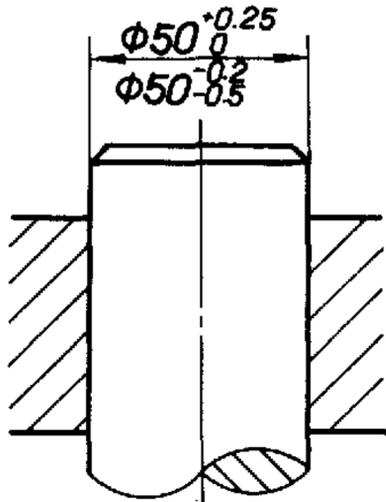
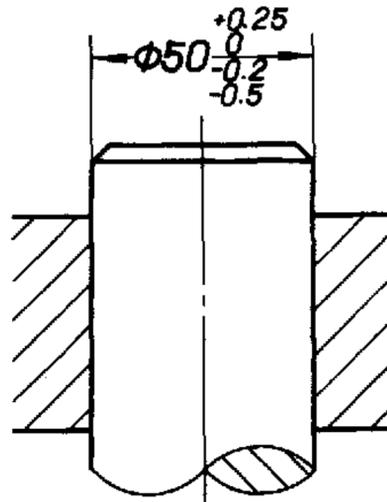
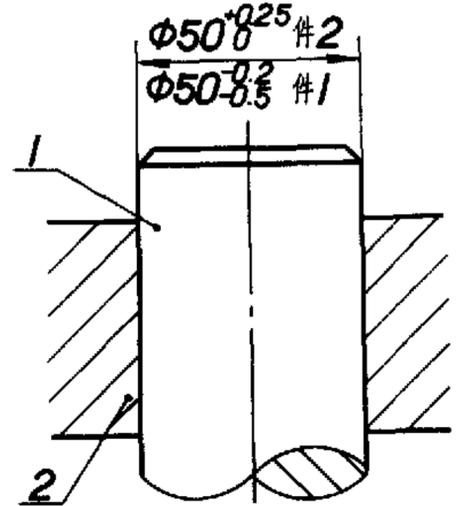

图 18
图 19
图 20
3.2 在装配图中标注相配零件的极限偏差时，一般按图18的形式标注，孔的基本尺寸和极限偏差注写在尺寸线的上方，轴的基本尺寸和极限偏差注写在尺寸线的下方，也允许按图19的形式标注。若需要明确指出装配件的代号时，可按图20的形式标注。